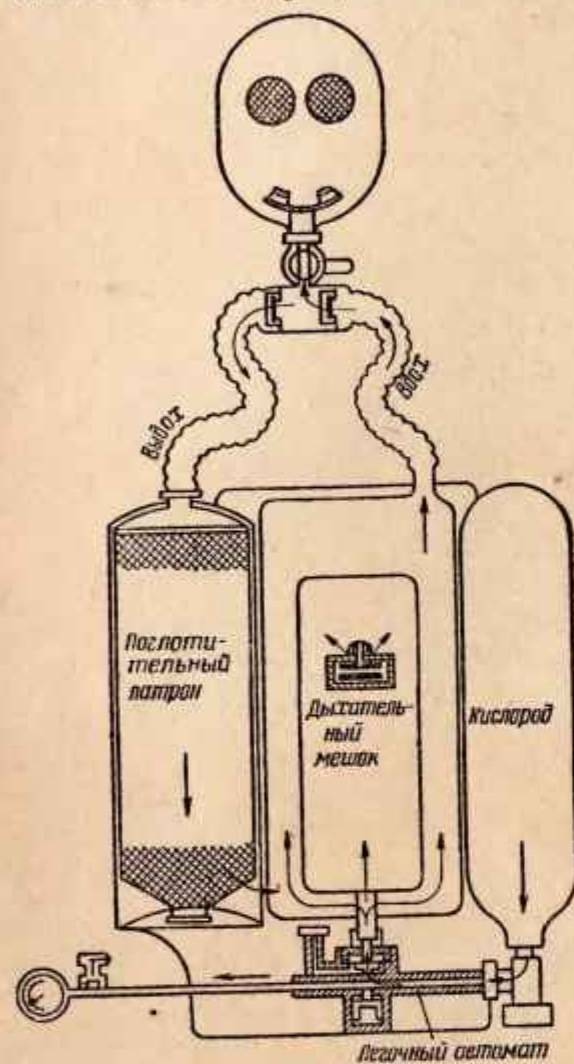

Рис. 14. Схема дыхания в аппарате ИПСА
13. Схема дыхания в аппарате, т. е. схема движения выдыхаемого воздуха, очистки его от углекислого газа, обогащения кислородом и обратного поступления под шлем при вдохе, показана на рис. 14.